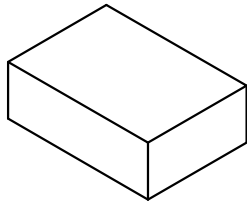

图3 内盒包装
- 2: 如图3，每内盒装8小袋，装盒后贴上物料标签，数量为8X1000pcs。